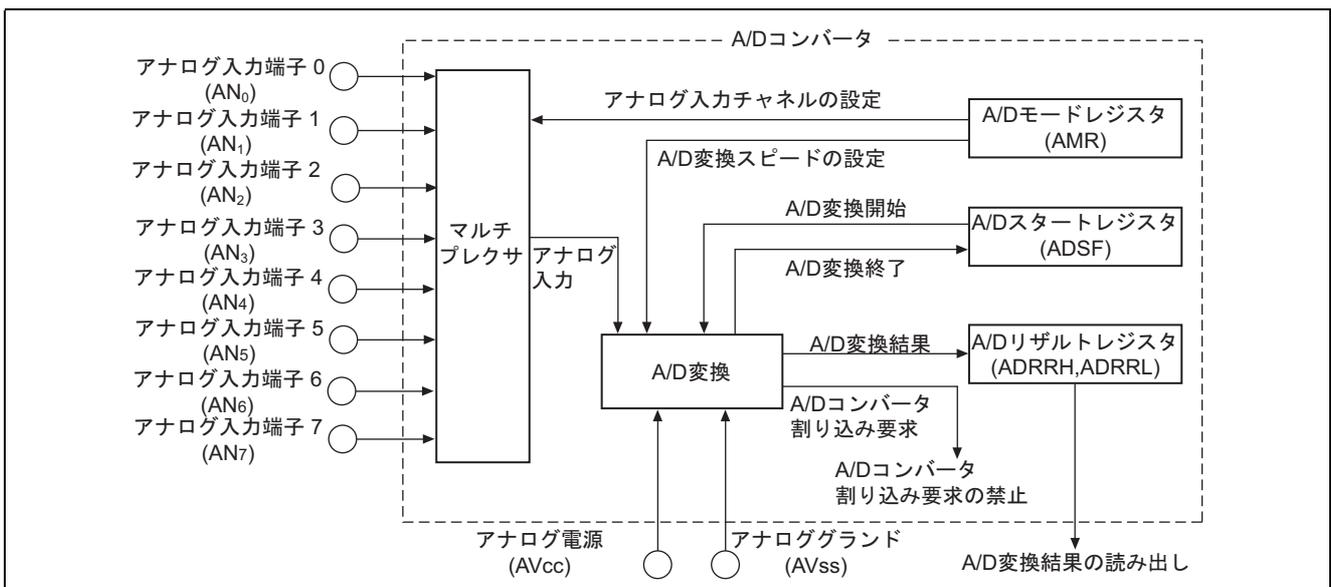

図 2 A/D コンバータのブロック図
- (1) 本タスク例では、A/D コンバータを使用して、4 チャンネル A/D 変換による電圧測定を行ないます。
- (a) 図 2 に A/D コンバータのブロック図を示します。以下に A/D コンバータのブロック図について説明します。